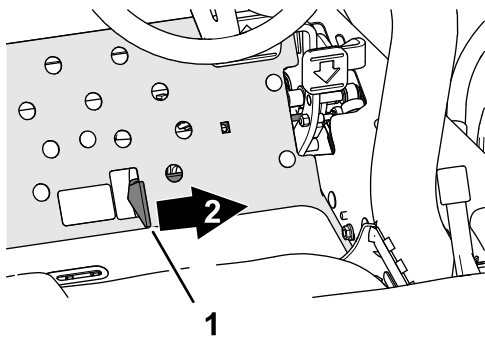

Figura 37
4. Empuje la palanca de bajar/segarse/elevarse hacia delante (Figura 37) para bajar y poner en marcha las unidades de corte (las unidades de corte delanteras están configuradas para bajar antes que las unidades de corte traseras).